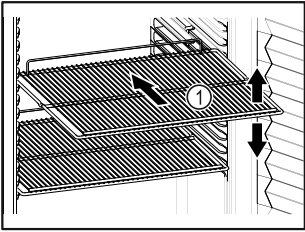

Fig. 61 Ενδεικτική απεικόνιση
- ❑ Εάν οι σχάρες Fig. 61 (1) είναι ρυθμιζόμενες, προσαρμόστε τα ανάλογα με το ύψος.